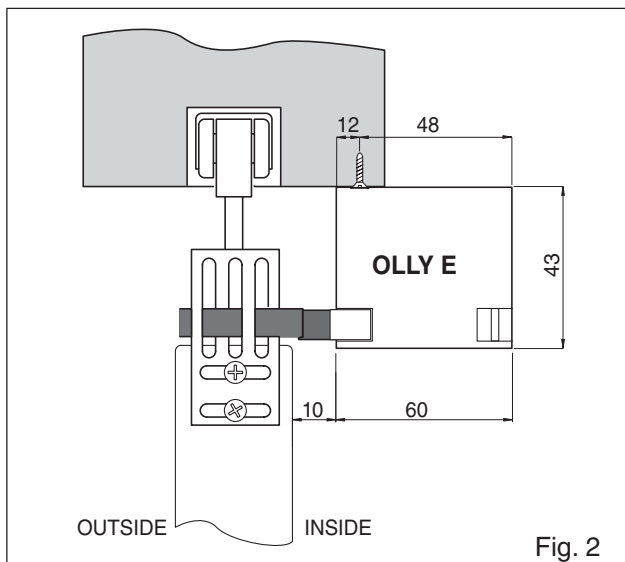

Fig. 2
- 3.4 (Fig. 2) Fixer l'automatisation sur le mur à proximité du côté de l'ouverture du vantail et fixer la courroie sur les pattes [B].